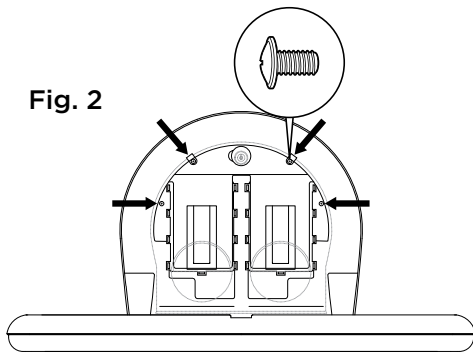
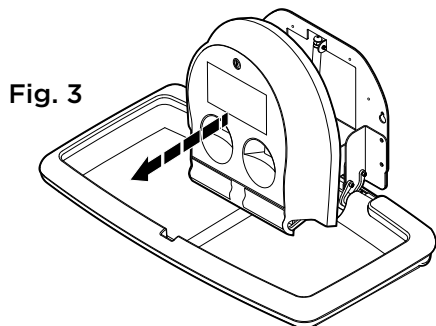

Fig. 2
Fig. 3
- Quite los cuatro tornillos que están dentro de la cavidad del dispensador de protectores. **Fig. 2** Quite el dispensador del soporte de montaje de metal. **Fig. 3** Deseche el viejo dispensador y los tornillos.